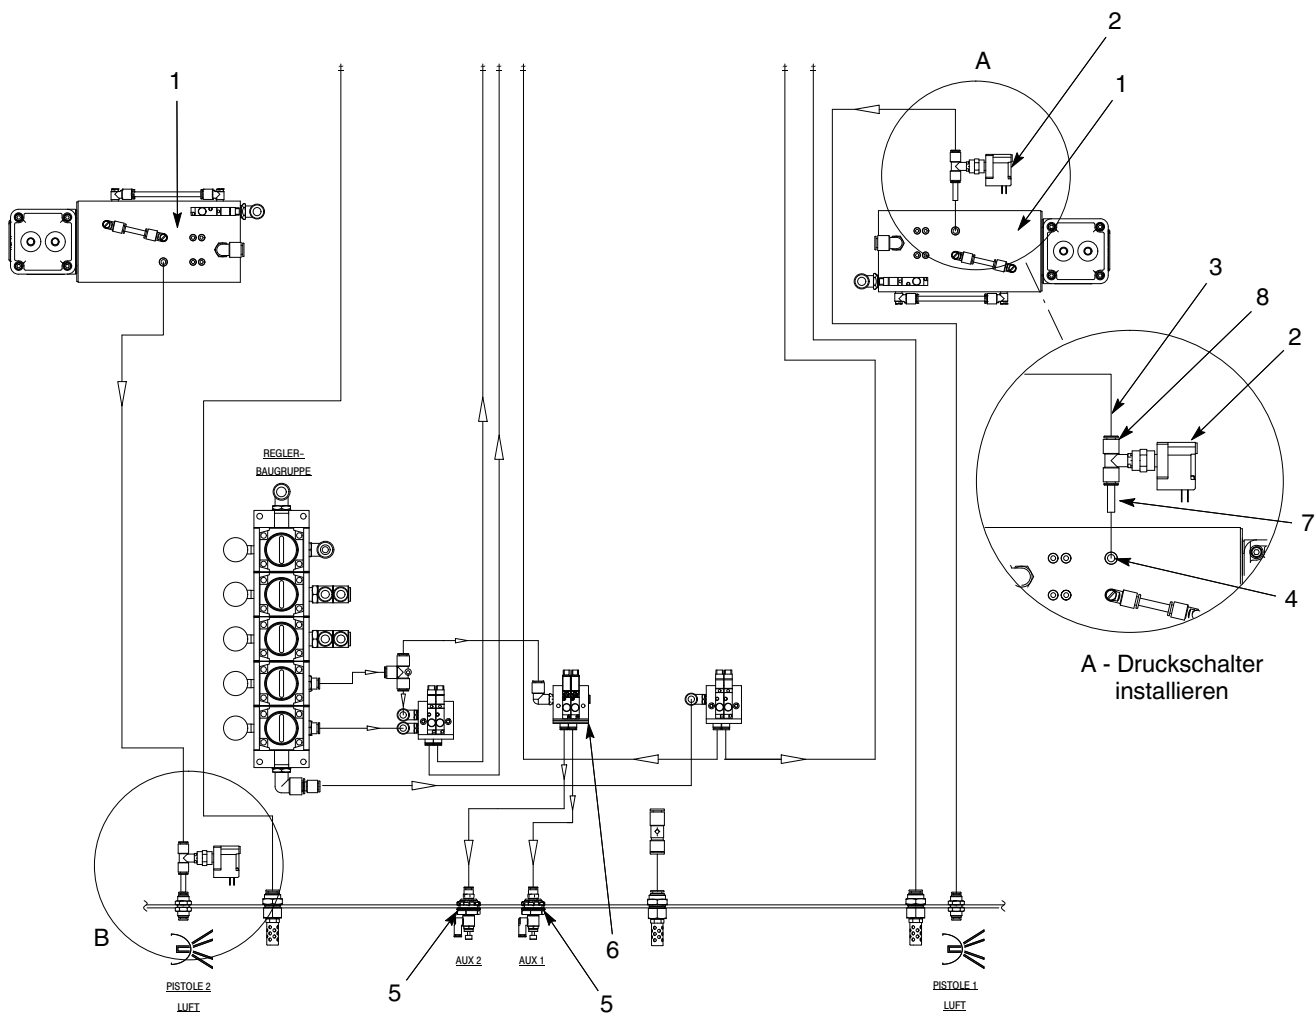

Abb. 4 Pneumatikschaubild (Abb.: System mit zwei Pistolen)
Siehe Abb. 4 zum Pneumatiksystem.
1. Den vorhandenen Schlauch (4) vom Regler (1) an der zweituntersten Position im Prodigy Pumpenschaltschrank abnehmen.
2. Das kurze Schlauchstück vom T-Stück (3) der Verteilerblockbaugruppe im Regler (1) installieren.
3. Den vorhandenen Schlauch aus Schritt 1 im offenen Eingang des T-Stücks (3) der Verteilerblockbaugruppe installieren.
5. Das Klebeband vom Boden der Verteilerblockbaugruppe (2) ablösen.
**HINWEIS:** Siehe Abb. 4 zum Pneumatiksystem.
1. Den Stopfen vom Eingang AUX 1 (5) am Schaltschrankboden abnehmen.
2. Die Schottbaugruppe (6) wie abgebildet an der Position von Eingang AUX 1 installieren. Der Stecker (7) und die Sicherungsmutter (8) werden im Schrank positioniert. Durchführungsdichtung (9), Adapter (10) und Durchflussregelventil (11) werden außerhalb des Schranks positioniert.
3. Den 6-mm Schlauch von der Verteilerblockbaugruppe (2) in den Steckverbinder (7) der Schottbaugruppe (6) stecken.
4. Bei einem Doppelpumpensystem die Schritte 1 - 3 an der Position von Eingang AUX 2 (12) wiederholen.